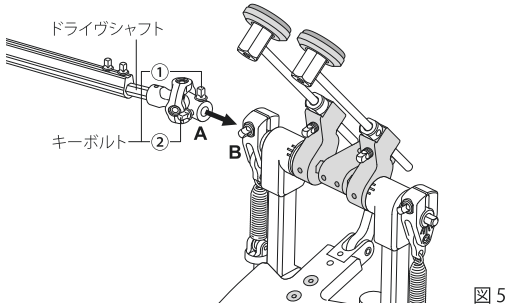

図 5
ユニロックビーターアングルカムにはメモリーゲージが刻みこまれていたため、セッティングの際に便利です。初期設定はメモリーゲージ垂直ラインの位置です(図5)。
メインペダルの左側とサブペダルの右側にある接続部（突起部）(B) にドライブシャフトのジョイント部 (A) を接続します。その際、サブペダルはフットボードの角度を保持し、突起部の平な面を上にしてドライブシャフトを接続します。最後にマルチファンクションドラムキーでキーボルトを①、②の順でしっかりと締めてください（図 5, 6）。